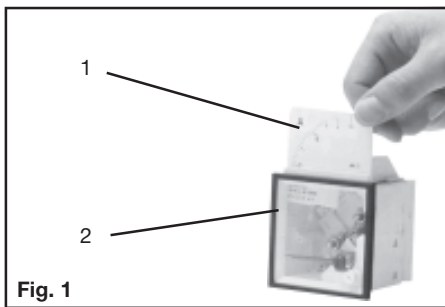

Fig. 1
En cas d'instruments de mesure pour connexion au transformateur d'intensité n/1A (fig. 1, pos. 2), un volet disposé sur la partie supérieure de l'instrument de mesure permet d'échanger les cadrans interchangeables (fig. 1, pos. 1)